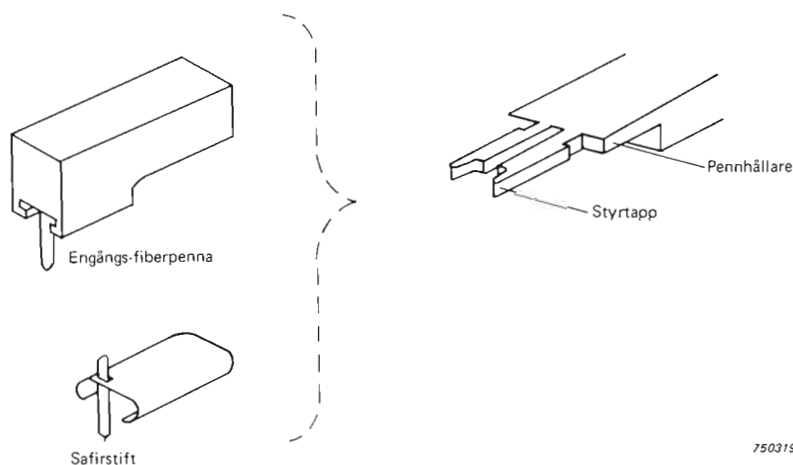

Fig.3.8. Montering av fiberpenna/safirstift
3. Högst upp i det öppna utrymmet i nivåskrivarens frontpanel finns en stifthållare av plast (se Fig.3.8). Om en fiberpenna eller ett safirstift redan är insatt, drages denna utåt försiktigt men bestämt, varvid pennan lossnar från hållaren.